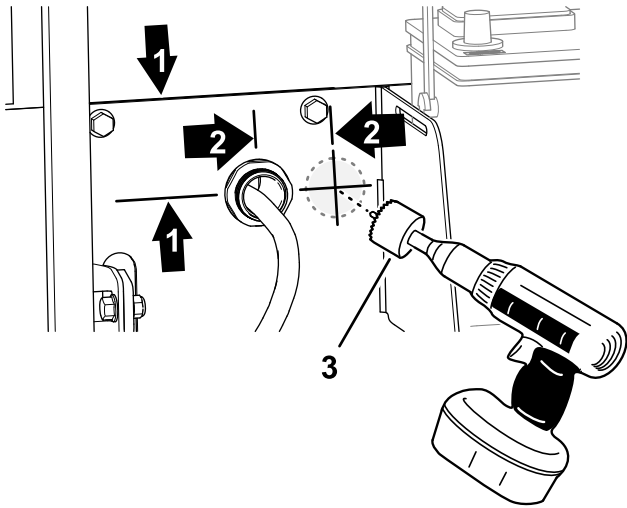

Bild 9
1. Messen Sie auf der linken Seite des Batterieträgers 51 mm von der Mittellinie des Lochs für das Batteriekabel und markieren Sie die Kühlerhalterung (Bild 9).
2. Messen Sie 64 mm von der oberen Kühlerhalterung und markieren Sie die Halterung (Bild 9).
5. Bohren Sie ein 38 mm großes Loch in die Halterung an der Vorbohrung (Bild 9).